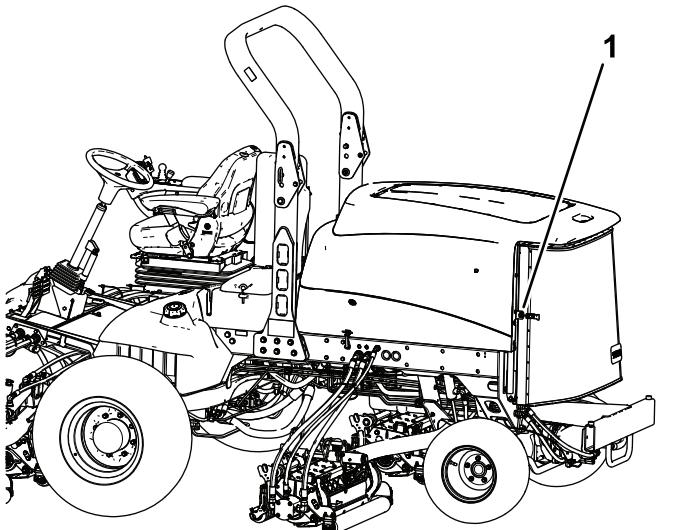

Figura 76
2. Sbloccate la griglia posteriore ed apritela (Figura 76).